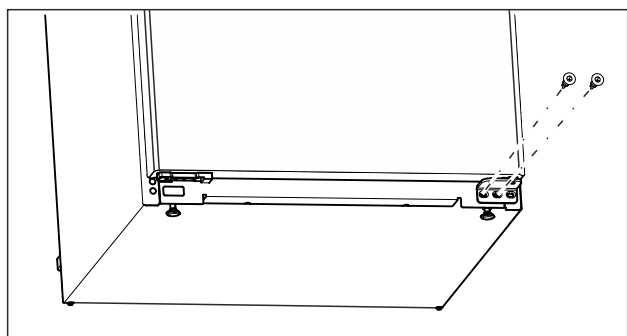

Fig. 7
- ▶ Выверните на нижнем опорном кронштейне центральный винт при помощи отвертки Torx 20. (см. Fig. 7)
- ▶ Выверните на нижнем опорном кронштейне внутренний винт при помощи отвертки Torx 20. (см. Fig. 7)